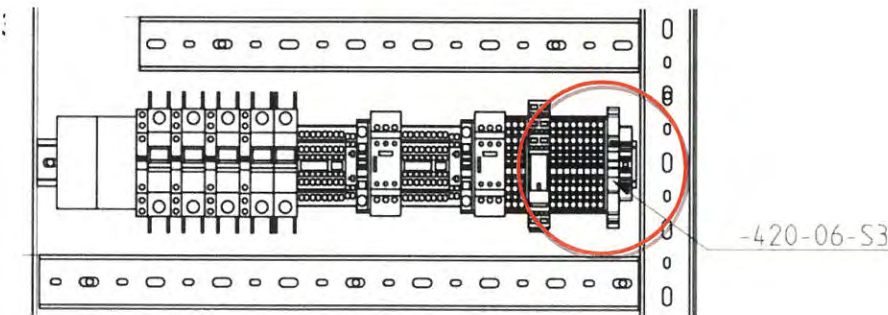

Abbildung 7: Schaltanlagen-Einschalter, -420-06-S3
- Abbildung 7: Schaltanlagen-Einschalter, -420-06-S3